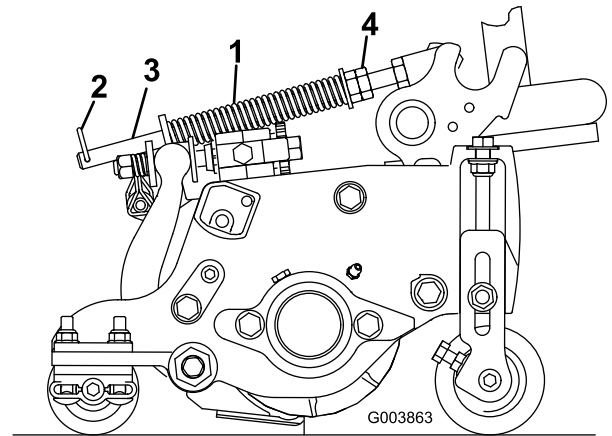

Figure 87
Le ressort de compensation transfère aussi le poids du rouleau avant au rouleau arrière (Figure 87). Cela évite la formation d'ondulations à la surface de la pelouse.
1. Vérifiez que la goupille fendue est insérée dans le trou de la tige de ressort (Figure 87).
2. Serrez les écrous hexagonaux sur l'extrémité avant de la tige de ressort jusqu'à ce que la longueur du ressort comprimé soit égale à 13 cm (5 po) sur les unités de coupe de 13 cm (5 po) et à 16 cm (6¼ po) sur les unités de coupe de 18 cm (7 po) (Figure 87).